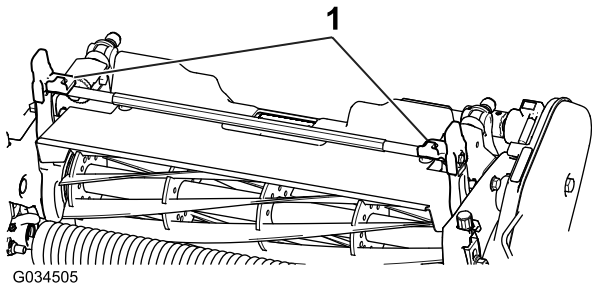
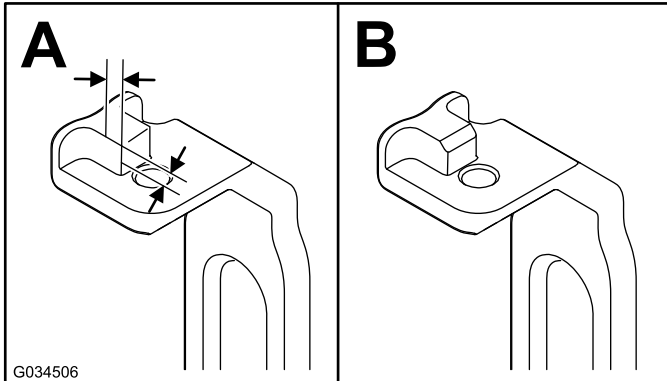

图6
图7
2. 找到两个旋转臂 图6 如图7 所示在凸耳上测量出 2.3mm 对棱角进行打磨。